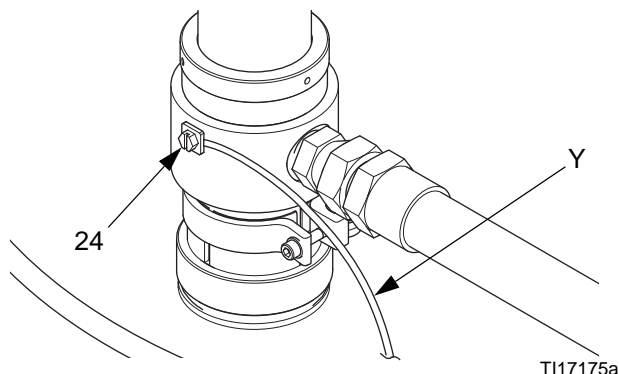

FIG. 9
1. *Pump*: koppla jordkabeln (Y) till jordskraven (24) och dra åt skruven ordentligt. Se FIG. 9. Anslut kabelns andra ände till jord. Säkerställ